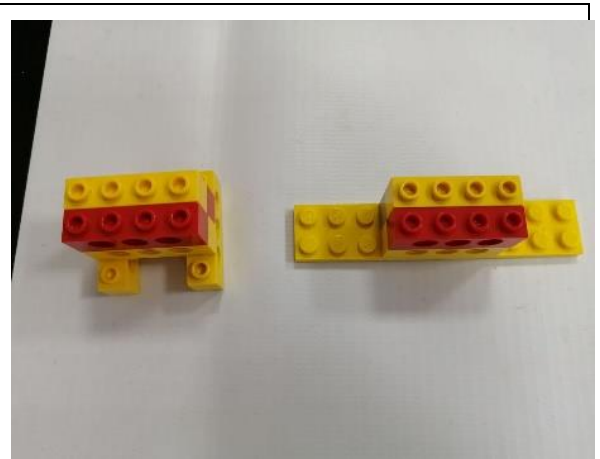

Рисунок 2
1. Балка с шипами 1 x 4 – 6 шт. (см. рис. 2).
2. Пластина 2 x 10 – 1шт. и балка с шипами 1 x 4 – 4 шт. (см. рис. 2).